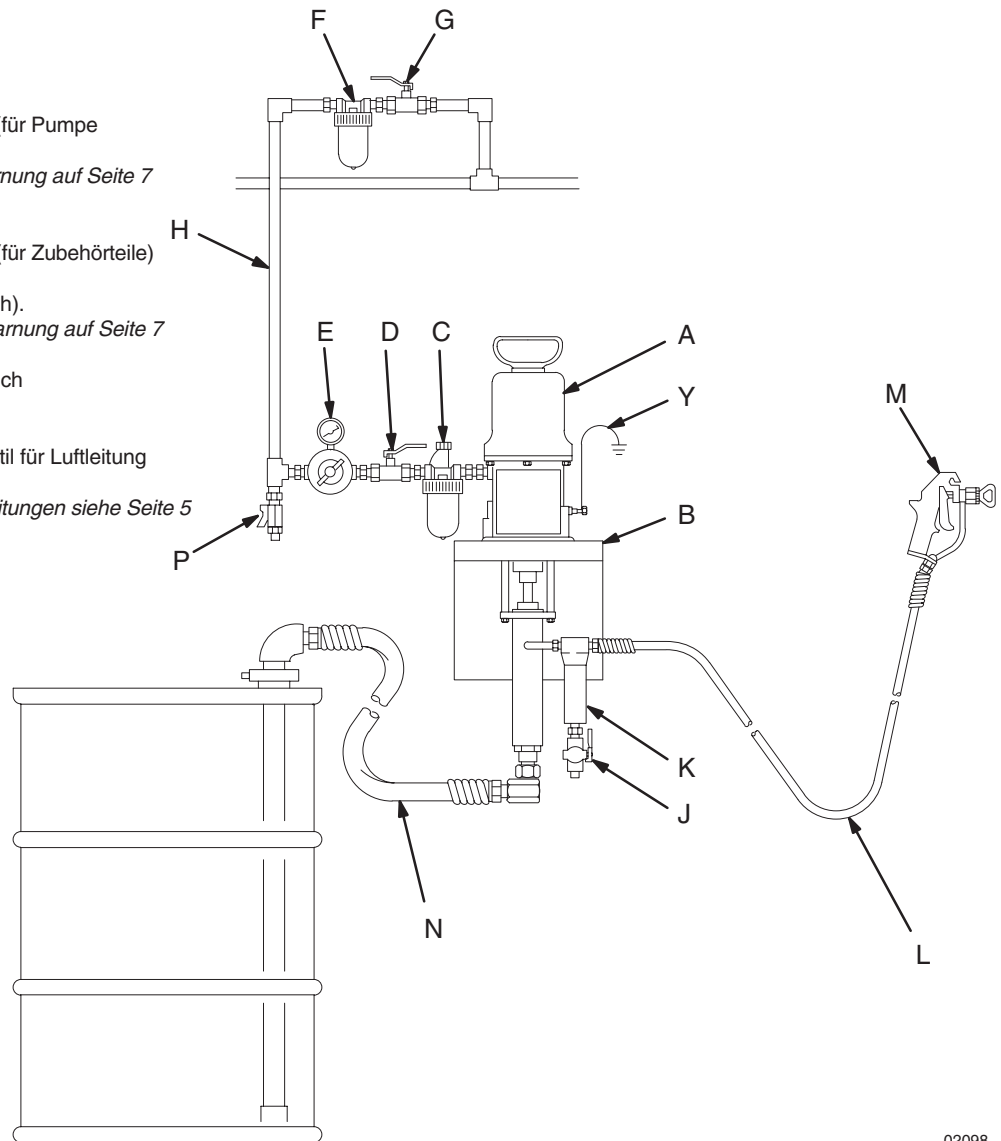

Abb. 2
- Abb. 2 stellt nur eine Hilfe für die Auswahl und den Einbau von Systemkomponenten und Zubehörteilen dar. Der Graco-Händler hilft gerne bei der Zusammenstellung eines Systems, das Ihren besonderen Anforderungen entspricht.
Die nachfolgenden Zubehörteile so installieren, wie dies in der Abb. 2 gezeigt wird. Falls nötig, Adapter verwenden.
Die folgenden Zubehörteile an den in Abb. 2 gezeigten Stellen installieren und bei Bedarf Adapter verwenden:
Dient zum Auftrag des Spritzmaterials. Die in Abb. 2 dargestellte Pistole ist eine Airless-Spritzpistole.
1. Sicherstellen, dass der Luftregler (E) und der Lufthahn mit Entlastungsbohrung (D) geschlossen sind. Siehe Abb. 2 auf Seite 6.
2. Einen Saugschlauch (N) an den Materialeinlass der Pumpe anschließen oder die Pumpe in einen Materialbehälter stellen.
3. Ein Metallteil der Pistole (M) fest gegen einen geerdeten Metalleimer drücken und den Abzug geöffnet halten.
4. Lufthahn mit Entlastungsbohrung (D) öffnen.
5. Luftregler (E) langsam öffnen, bis die Pumpe anläuft (etwa 2,8 bar [0,28 MPa]).